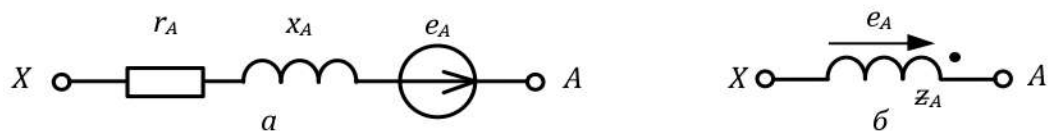

Рисунок 1 – Розрахункова схема фази генератора
3.2 Зібрати схему електричну принципову експериментальної установки для дослідження трифазного симетричного кола змінного синусоїдного струму при з'єднанні фаз навантаження за схемою «зірка» – рисунок 1.
3. Рисунок 1 – Схема електрична принципова експериментальної установки для дослідження трифазного симетричного кола змінного синусоїдного струму при з'єднанні фаз навантаження за схемою «зірка»